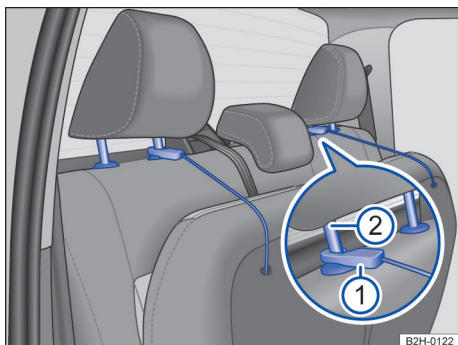

Fig. 70 En el asiento trasero: fijación de la banqueta en los apoyacabezas.
3. Dado el caso, suba el apoyacabezas y enganche la cinta → **fig. 70** ① en la barra interior del apoyacabezas ②.